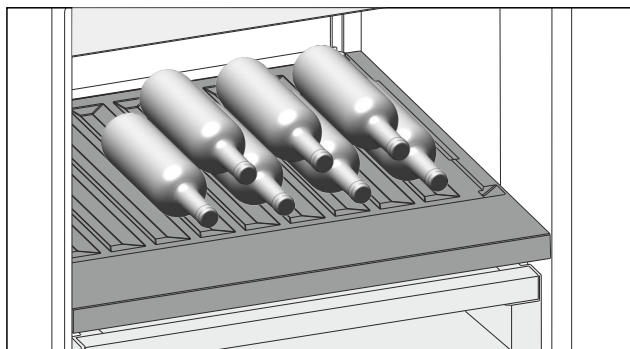

Fig. 162 Ілюстративне зображення
- Помістіть пляшки дном у напрямку до задньої стінки. (див. Fig. 162)